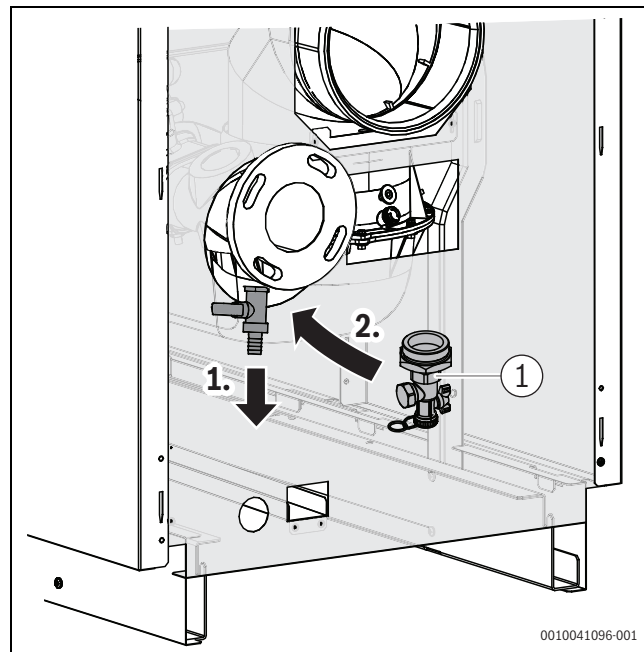

Рис. 27 Демонтаж сливного крана (показано правое исполнение)
- ▶ Демонтируйте сливной кран на обратной линии (→ Рис. 27)